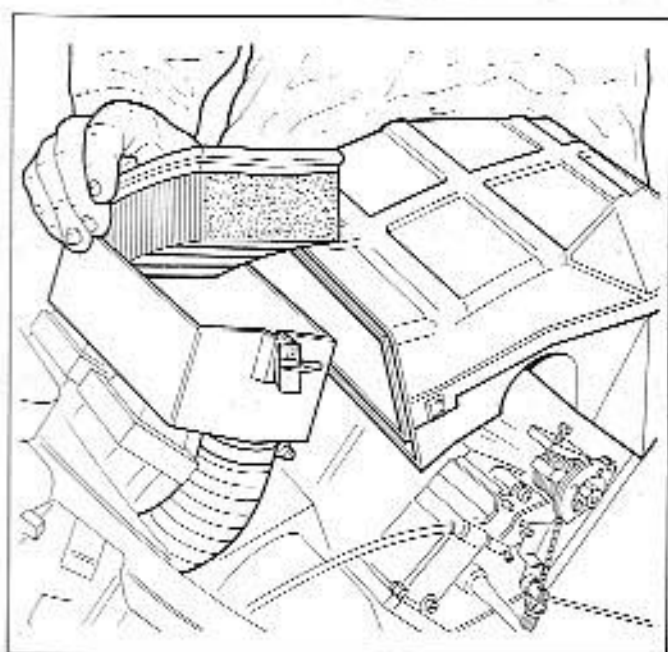

Fig. 2
- 3 - Remove the cartridge (fig. 2), then clean it or replace it.
- 3 - Enlever la cartouche (Fig.2), la nettoyer ou la remplacer.
- 3 - Den Filtereinsatz (Abb.2) herausnehmen und reinigen bzw. ersetzen.